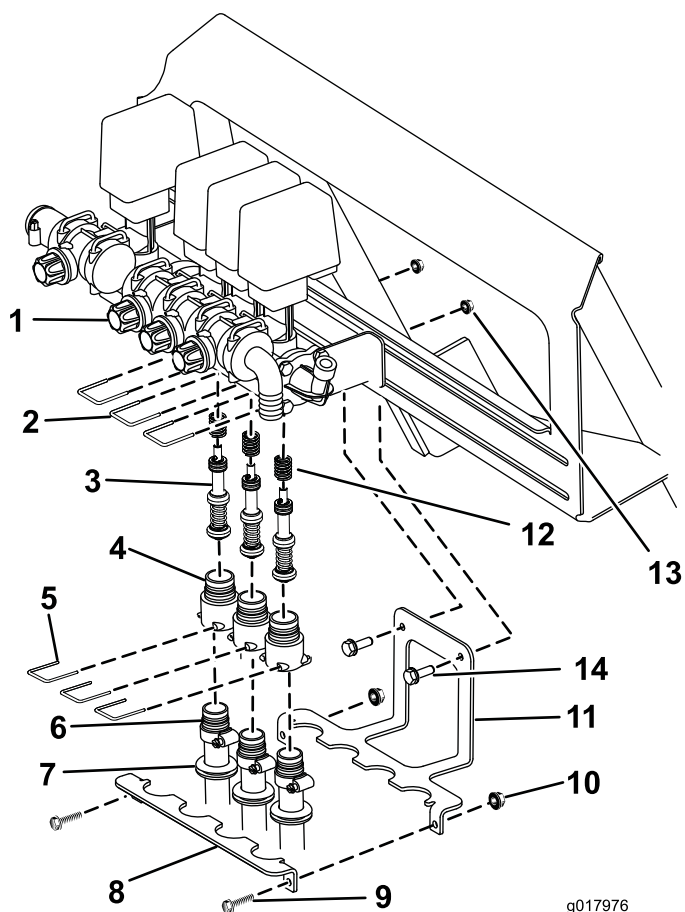

Figura 1
**Nota:** Consulte Figura 1 ao longo deste procedimento.
1. Prenda o suporte de estabilização do tubo à traseira da máquina como se mostra em Figura 1 utilizando 2 parafusos (5/16 x 3/4 pol.) e porcas flangeadas (5/16 pol.).